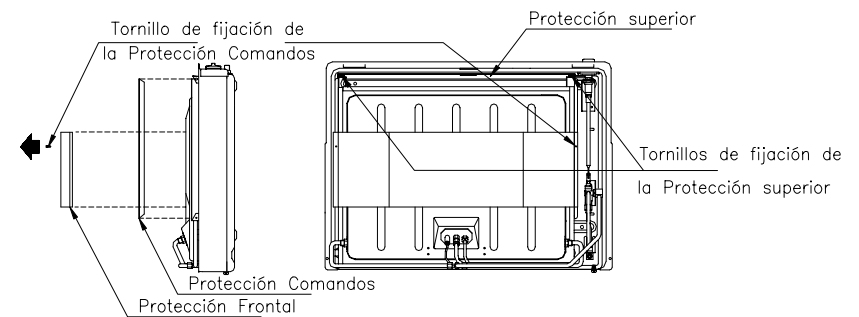

Fig.4
- Retire la protección de los comandos, la protección frontal y la protección superior quitando los correspondientes tornillos de fijación (fig.4).